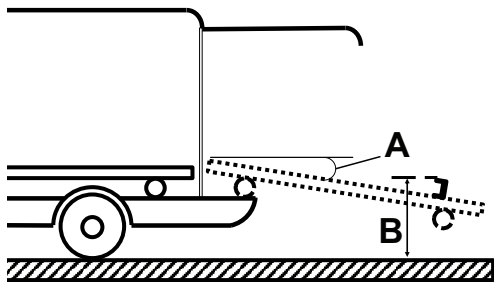

Figura 9 – Specificații pentru placa de prindere și tava de încărcare
- Unghiul (A) al tăvii de încărcare nu depășește 16° (Figura 9)
- Înălțimea (B) de la vârful plăcii de prindere la sol este între 28,0" (71,1 cm) și 29,4" (74,7 cm) (Figura 9)